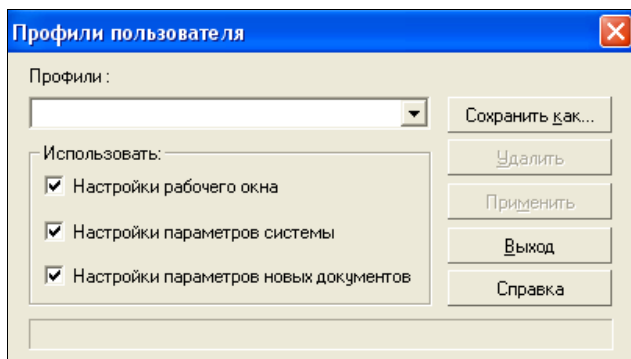

Рис. 25.11. Диалоговое окно **Профили пользователя**
- ◆ из Строки меню вызовите команду **Сервис ► Профили**. Система выведет на экран диалоговое окно **Профили пользователя** (рис. 25.11);